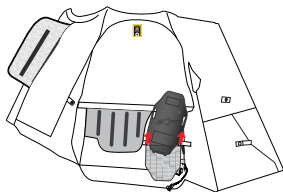

Figura 13
3. Rimuovere l'alloggiamento del gonfiatore (4) dalla tasca aprendo i due ganci di fissaggio (Figura 13).